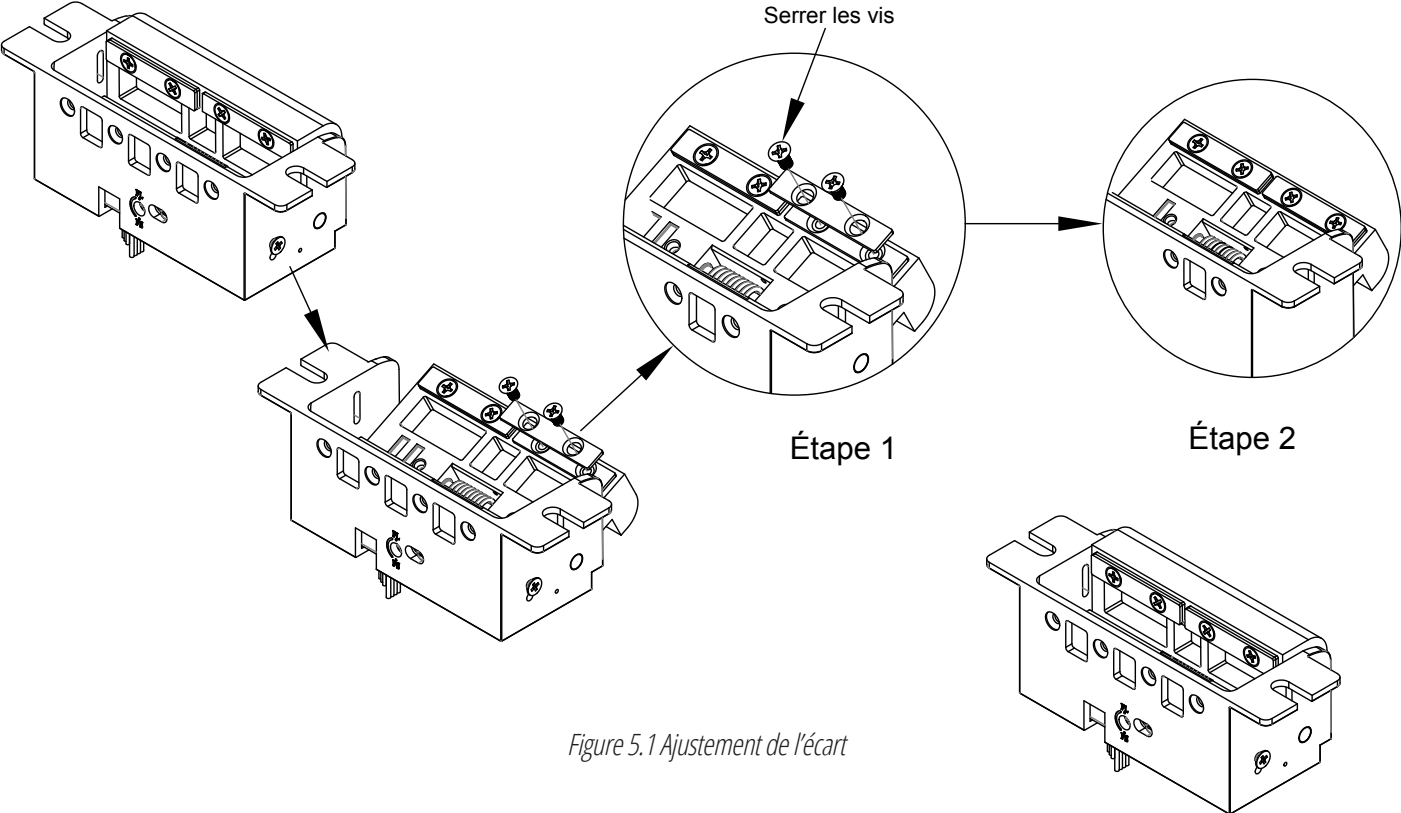

Figure 5.1 Ajustement de l'écart
1. D'abord, desserrez et retirez les deux vis de serrage qui fixent les cales du gardien (voir Figure 5.1).